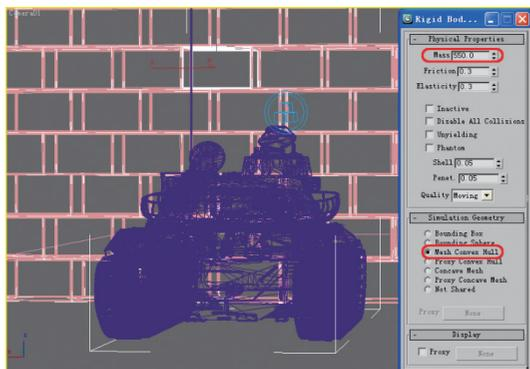

图9-26 设置墙体物理属性
**07** 框选视图中的所有墙砖物体，在Physical Properties卷展栏中，将Mass设置为550，其他参数设置如图9-26所示。